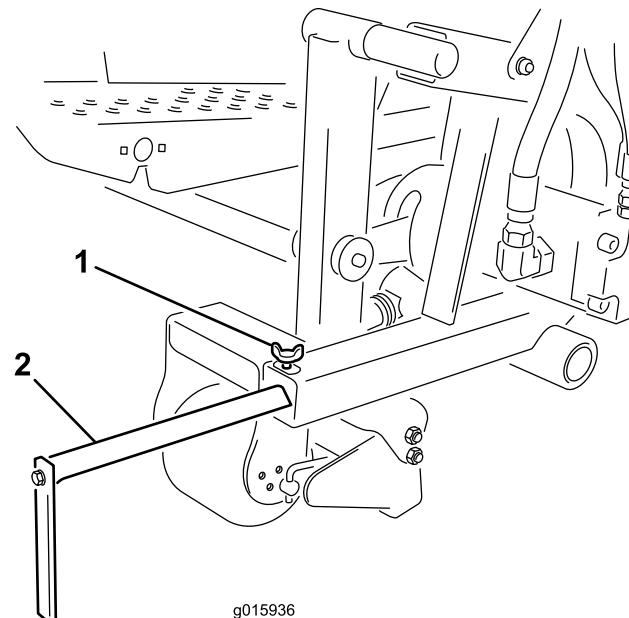

Figura 11
Allentate la vite di regolazione e spostate la guida di allineamento nella posizione desiderata (Figura 11).
1. Allentate la vite e regolate la guida di allineamento — tirandola in fuori o spingendola in dentro — nella posizione desiderata (Figura 11).